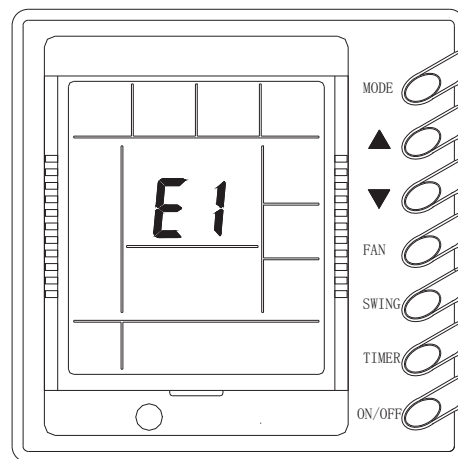

Рис.9
- При неисправности на дисплее проводного пульта управления отобразится код ошибки. На рис.9 показана ошибка E1-защита компрессора по высокому давлению.